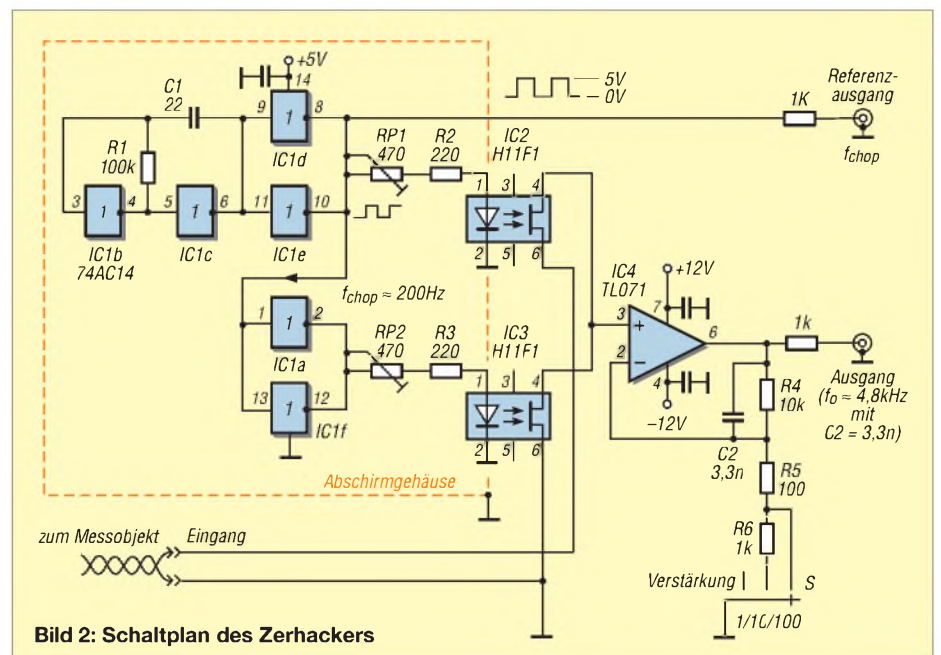
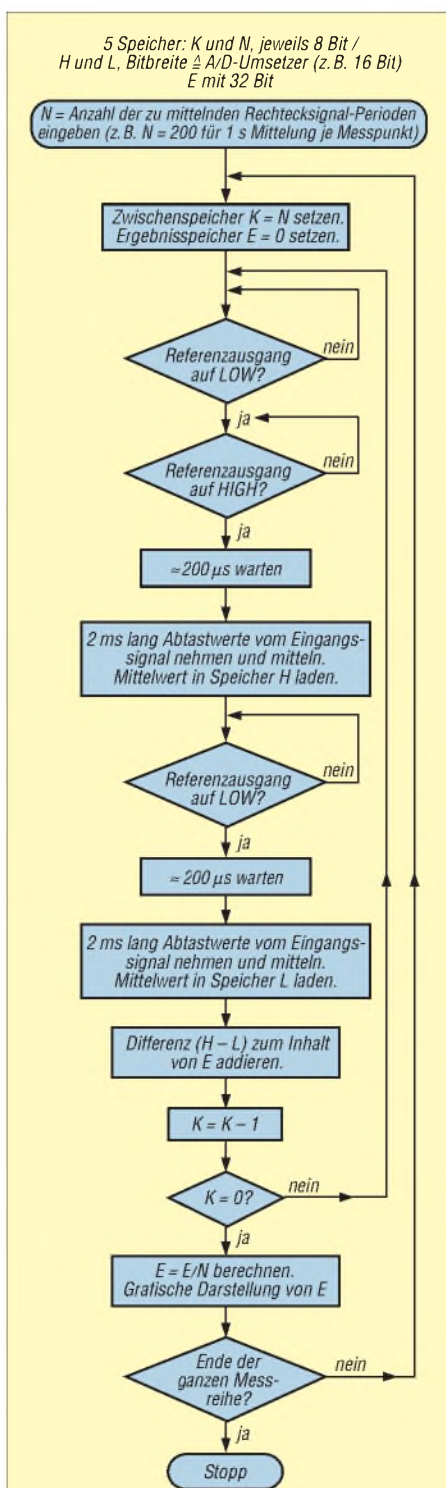

Bild 2: Schaltplan des Zerhackers
Bild 3: Programmablaufplan zur Realisierung eines Lock-in-Voltmeters für die hochauflösende und rauschbegrenzte Messung eines 200-Hz-Rechtecksignals
Bild 2 zeigt den gesamten Gleich-/Wechselspannungsumsetzer. Zwei der Gatter
- Ein Leiterplatten-Abschirmgehäuse, wie in Bild 2 angedeutet, oder der Aufbau der Schaltung in getrennten Kammern einer Metallbox unterdrückt die kapazitive Einstreuung von f_{chop} in den empfindlichen Messsignalkreis.
In der Profi-Messtechnik würde an dieser Stelle ein so genanntes Lock-in-Voltmeter eingesetzt werden. Wie ein solch kostspieliges Gerät für die vorliegende Anwendung hinreichend gut auch durch eine Soundkarte und etwas Software realisierbar ist, deutet Bild 3 an. Um das Abtasttheorem zu erfüllen, muss die Abtastrate mehr als das Doppelte der durch C_2 und R_4 (Bild 2) auf $4,8 \text{ kHz}$ limitierten Bandbreite betragen, d. h. mindestens 10 ks/s .
Die Amplitudenauflösung des A/D-Umsetzers sollte hoch genug sein, damit das niederwertigste Bit kleiner als ein Zehntel des Spitze-Spitze-Wertes des Rauschens im Wechselspannungs-Ausgangssignal ist. Mit einer 16-Bit-Soundkarte und einer Verstärkung von $V = 100$ durch IC4 ist dies gewährleistet. Bei der Lock-in-Signalverarbeitung unter Benutzung des Referenzsignals (Bild 2) lässt sich durch die Wahl der Mittelungszeit beliebig schmalbandig und rauscharm messen. Nebenbei rekonstruiert sich die Polarität der Eingangsgleichspannung aus der Phasenbeziehung zwischen Wechselspannungsausgangssignal und Referenzsignal. Es erscheint als Vorzeichen im Messergebnis E . Dieses ist proportional zur Messgröße U_e .